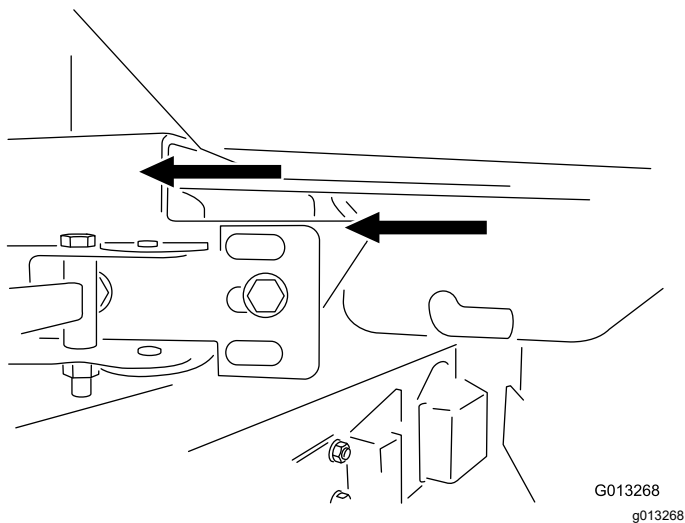

Figura 3
5. Deixando a correia ligada à articulação e com a ajuda de um colega, eleve a articulação para a posição e alinhe os locais dos rolamentos plásticos com as setas dos suportes de montagem (Figura 3).